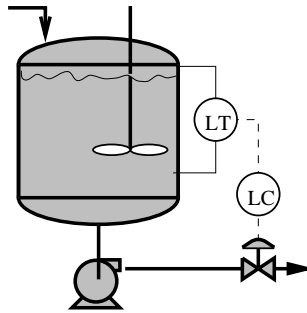
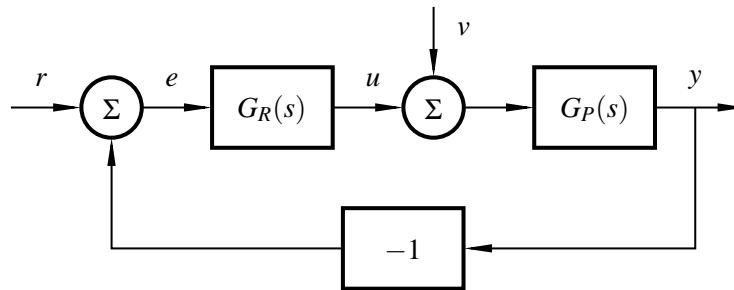

Figur 4 Bodediagram i uppgift 5.
Figur 5 Nyquistkurvor i uppgift 5.
5. I figur 4 visas Bodediagrammen för fyra processer (A–D). Para ihop dessa med rätt Nyquistkurvor (1–4) i figur 5. Motivera dina svar. (2 p)